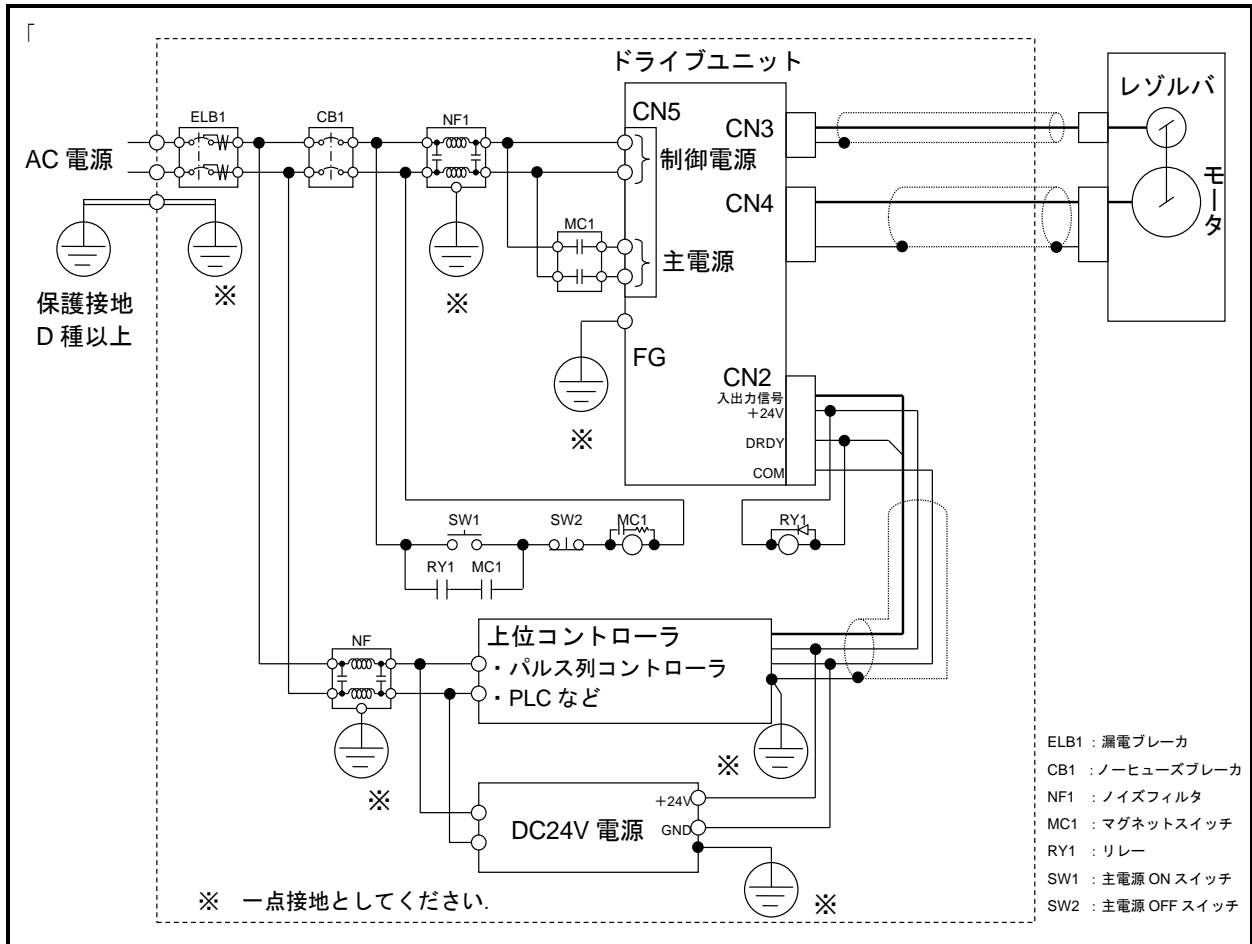

図 3-7 : 電源配線例
- 電源配線は「図 3-7：電源配線例」を参照してください。